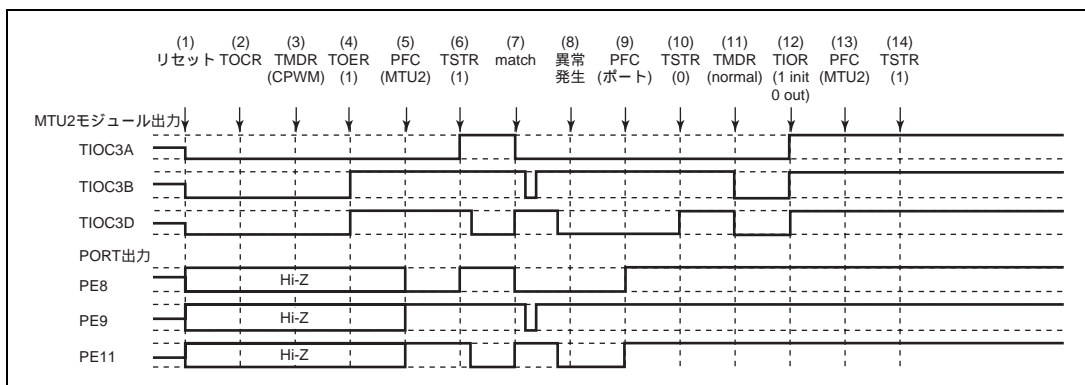

図 10.158 相補 PWM モードで異常が発生し、ノーマルモードで復帰する場合
相補 PWM モードで異常が発生し、再設定後ノーマルモードで再起動する場合の説明図を図 10.158 に示します。
- (1) ~ (10) は図 10.158 と共通です。
- (11) PWM モード 1 を設定してください (MTU2 出力はローレベルとなります)。
- (12) TIOR で端子を初期化してください (PWM モード 1 では TIOC*B 側は初期化されません)。
- (13) PFC で MTU2 出力としてください。
- (14) TSTR で再スタートします。
(23) 相補 PWM モードで動作中に異常が発生し、相補 PWM モードで再スタートする場合の動作
- (11) PFC で MTU2 出力としてください。
- (12) TSTR で再スタートします。
- (13) コンペアマッチの発生により相補 PWM 波形を出力します。
(24) 相補 PWM モードで動作中に異常が発生し、相補 PWM モードで新たに再スタートする場合の動作
- (11) ノーマルモードを設定し新しい設定値を設定してください (MTU2 出力はローレベルとなります)。
- (12) TOER でチャンネル 3、4 の出力を禁止してください。
- (13) TOCR で相補 PWM モードの出力レベルと周期出力の許可禁止を選択してください。
- (14) 相補 PWM を設定します。
- (15) TOER でチャンネル 3、4 の出力を許可してください。
- (16) PFC で MTU2 出力としてください。
- (17) TSTR で再スタートします。
(25) 相補 PWM モードで動作中に異常が発生し、リセット同期 PWM モードで再スタートする場合の動作
- (11) ノーマルモードを設定してください (MTU2 出力はローレベルとなります)。
- (13) TOCR でリセット同期 PWM モードの出力レベルと周期出力の許可禁止を選択してください。
- (14) リセット同期 PWM を設定します。
(26) リセット同期 PWM モードで動作中に異常が発生し、ノーマルモードで再スタートする場合の動作